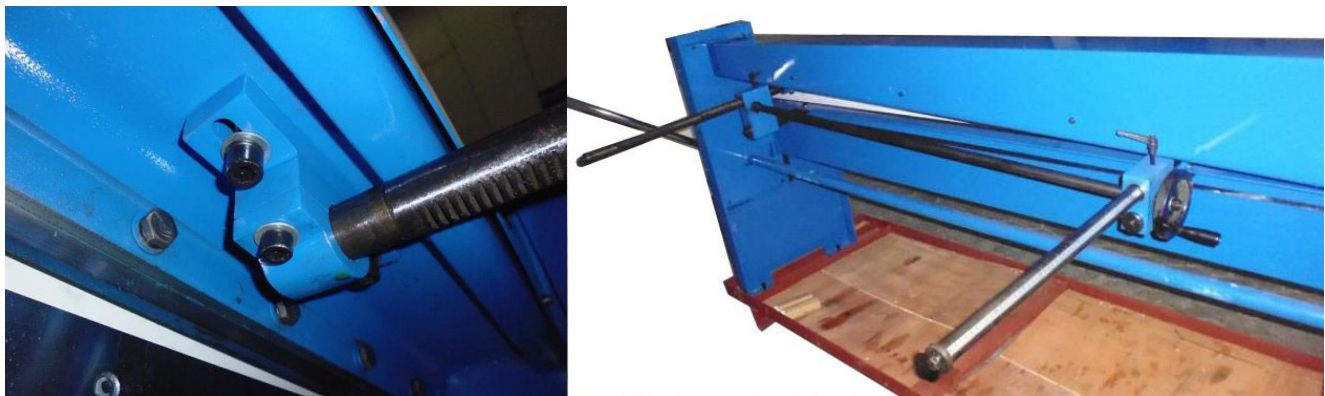

Fig.5-1: Montage
- Steek de rekken van de achteraanslag (Afb. 5-1) in de houders op de dwarsbalk aan de achterkant, schroef ze vast en lijn ze uit met het nulpunt.